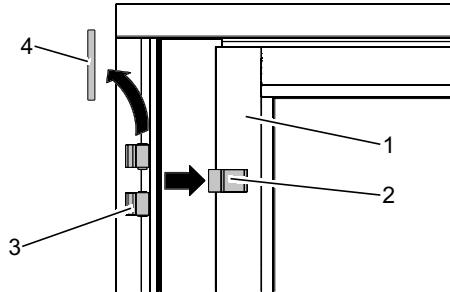

Abb. 43: Anschlagtür ausbauen
1. Gewindestifte lösen und Türbandstifte (Abb. 43/4) entfernen.
2. Scharniere (Abb. 43/2) der Anschlagtür (Abb. 43/1) aus den Türbändern (Abb. 43/3) des Wandanschlagprofils heben.